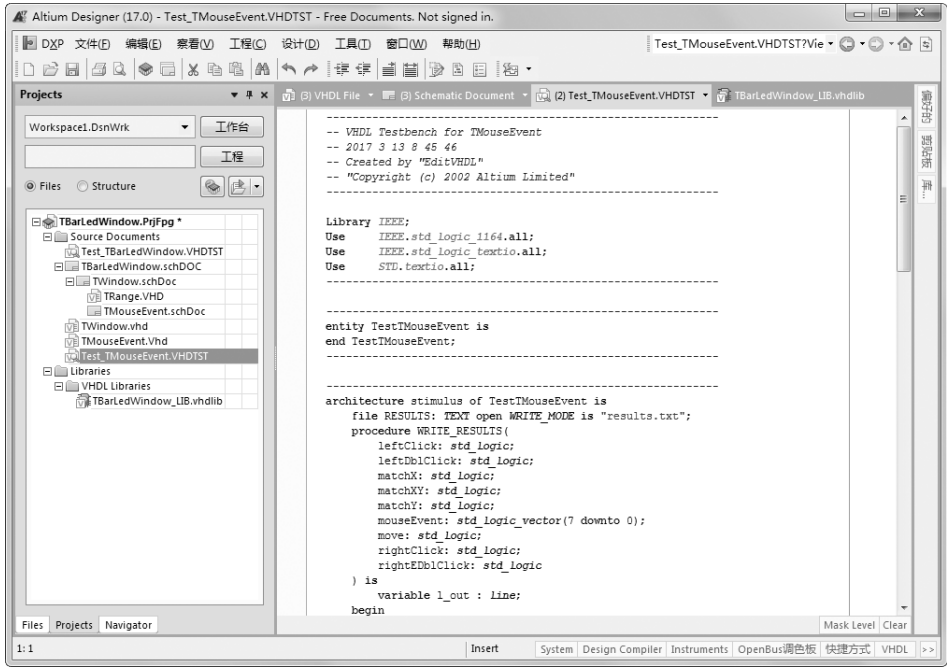

图 14-25 生成的 Test_tmouseevent. VHDTS
(3) 选择菜单栏中的“仿真器”→“创建 VHDL 测试平台”，系统对整个项目进行编译。编译完成后，系统自动生成一个 VHDTS 文件“Test_TMouseEvent.VHDTS”，如图 14-25 所示。